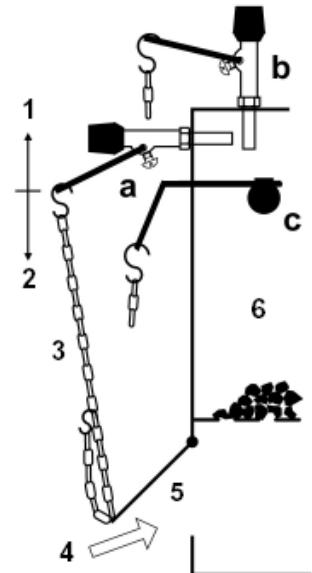

Рис. 4-1: Монтаж цепочки
7. Другой конец цепочки протянуть через клемму для крепления цепочки на клапане подачи воздуха. Маленький крючок зацепить за цепочку,смотрите рис. 4-1